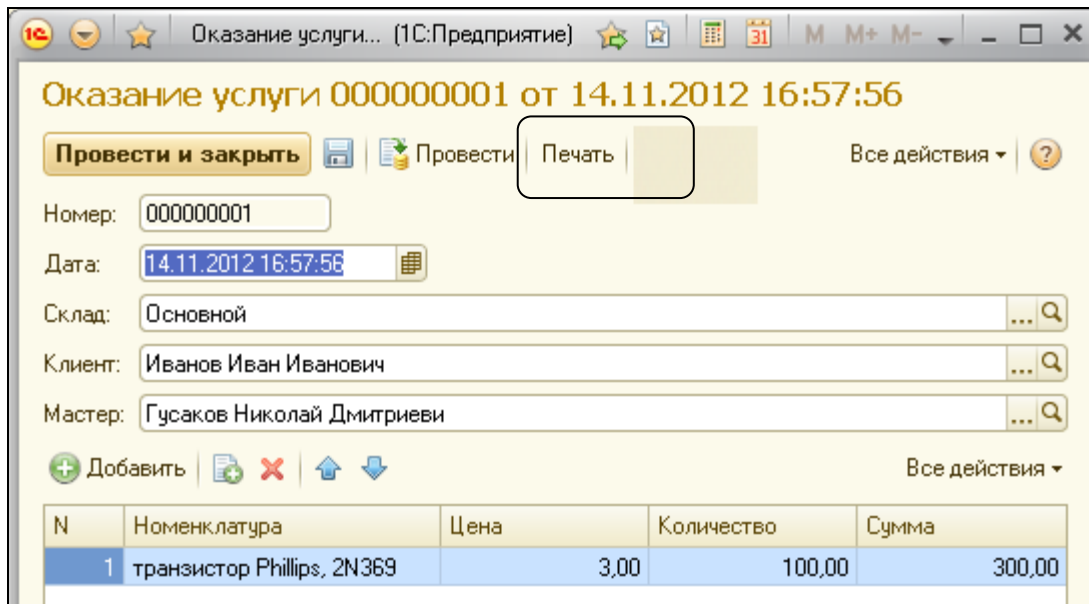

Рисунок 2.22 Документ Оказание услуги с кнопкой Печать
9. Обновить базу данных и в режиме 1С:Предприятие откройте подсистему **Оказание Услуг**. В панели навигации открыть документ **Оказание услуг** (рис.2.22). На форме документа появилась кнопка **Печать**.